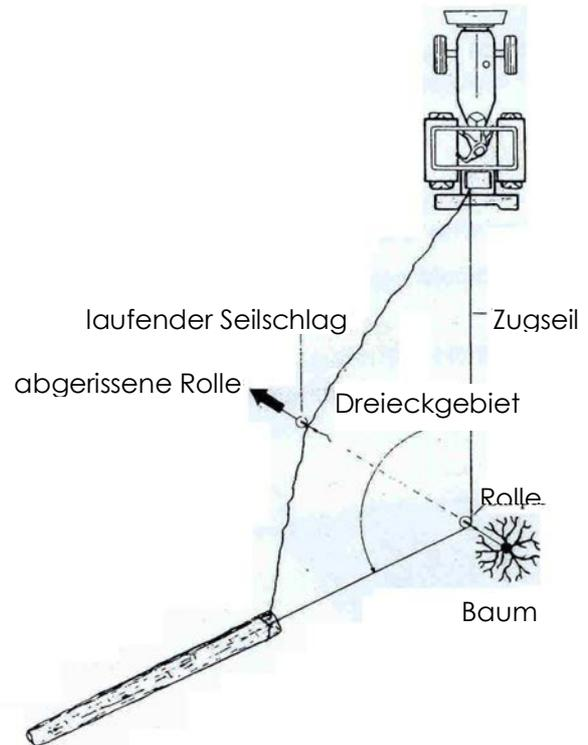

Bild 7
38. Während der Arbeit ist der Aufenthalt zwischen der Last und der Seilwinde nicht gestattet (Bild 7).